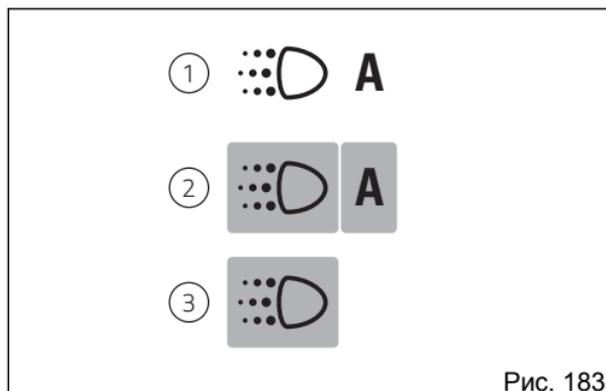

Рис. 183
- если горит ближний свет и выключены огни DRL, отображается индикация (1, Рис. 183);
- если горит ближний свет и включены огни DRL, отображается индикация (2, Рис. 183) на зеленом фоне в режиме «ДНЕВНОЙ», которая окрашивается в зеленый цвет в режиме «НОЧНОЙ».
- если горит ближний свет и включены огни DRL, отображается индикация (3, Рис. 183) на зеленом фоне в режиме «ДНЕВНОЙ», которая окрашивается в зеленый цвет в режиме «НОЧНОЙ».